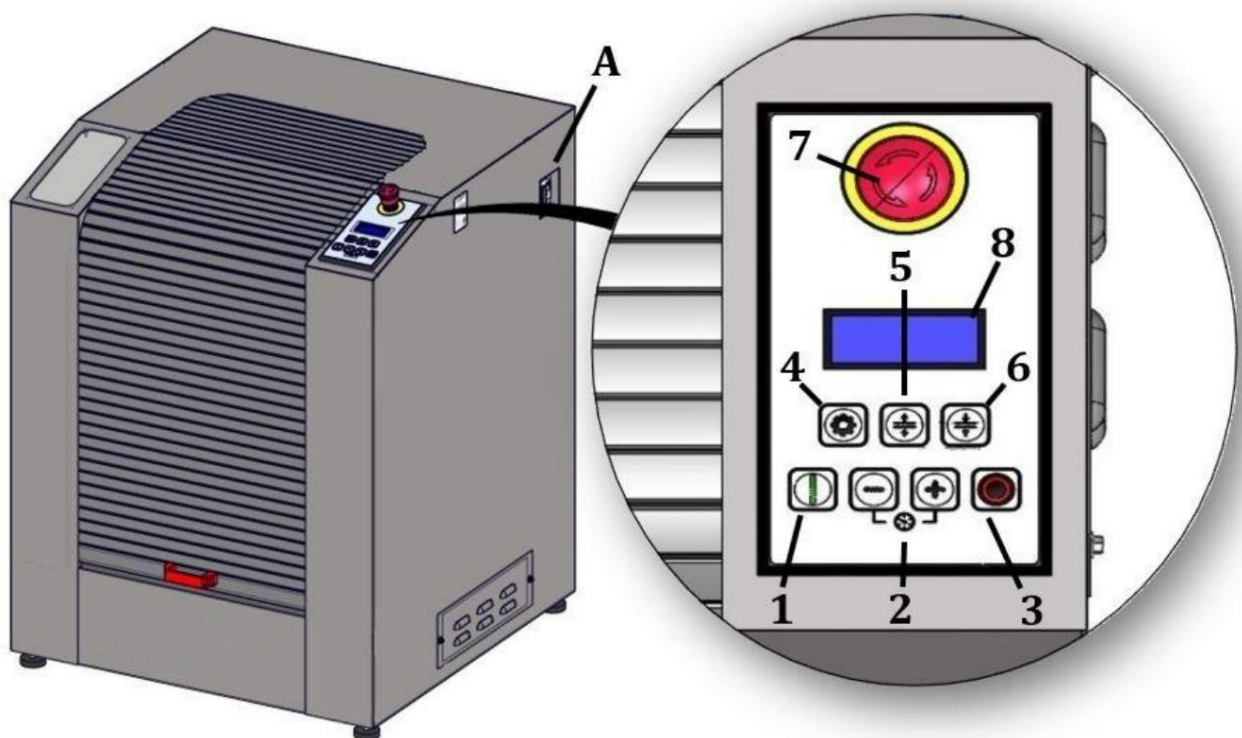

Abbildung 16: Bedienpaneel
Außer dem Hauptschalter I/O auf der Seite der Maschine (A) und der roten Pilz-Notastaste (7) sind auf dem Bedienpaneel alle für den Betrieb der Maschine erforderlichen Bedienelemente vorhanden (Abbildung 16).